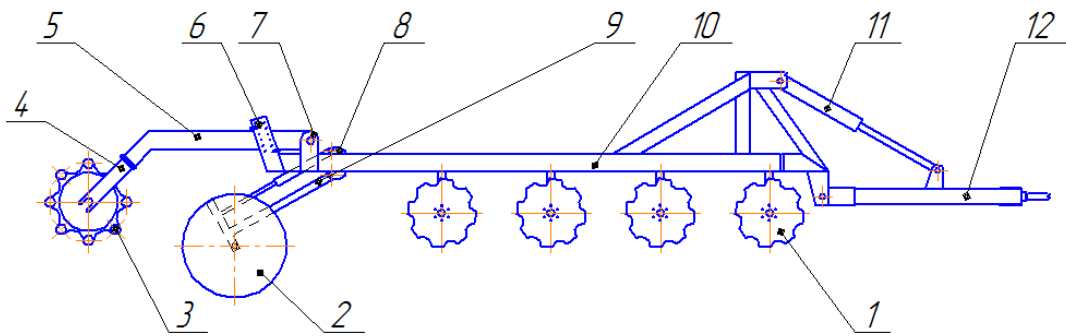

Рис. 1 Агрегат дисковый прицепной ДА-3х4П
4.2 Агрегат (рис.1) является комбинированным агрегатом, в состав которого входят четыре ряда стоек с дисками и прикатывающий каток.